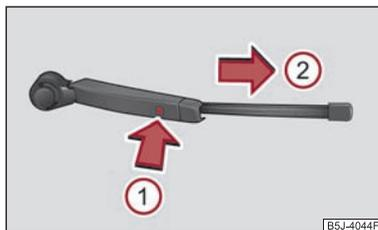

Abb. 1 Wischerblatt für Heckscheibe
- Klappen Sie den Wischerarm von der Scheibe ab und stellen Sie das Wischerblatt rechtwinklig zum Wischerarm ⇒ Abb. 1.
- Mit der anderen Hand entriegeln Sie die Sicherung (1) und nehmen das Wischerblatt in Pfeilrichtung (2) heraus.